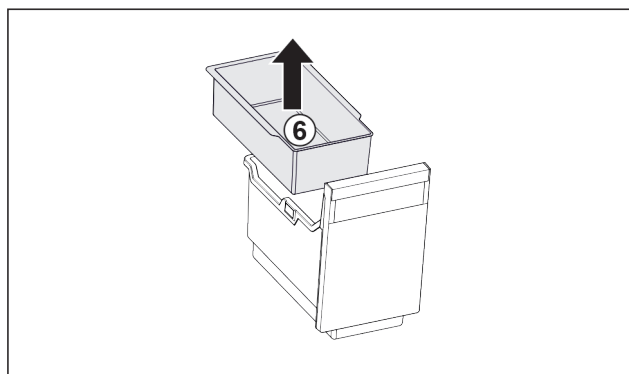

Fig. 26
- Извлеките Fig. 26 (6) подвесной лоток.